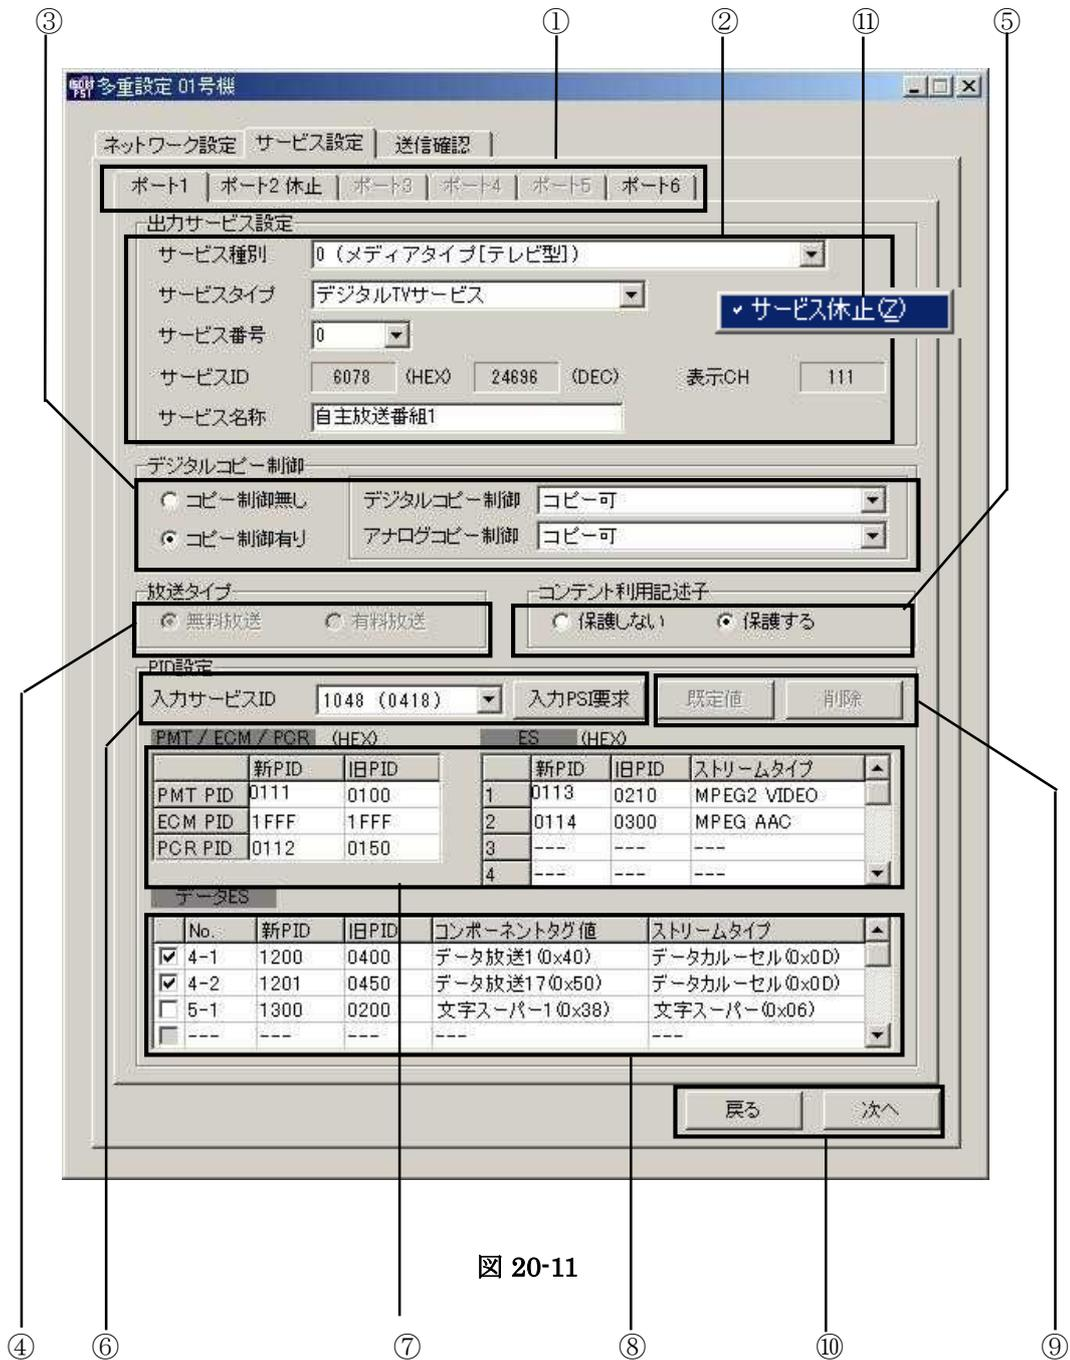

図 20-11
⑩ 戻るボタン、次へボタン
⑪ サービス休止
- サービス休止中になると画面がマスクされ、ポート選択タブ(図 20-11①)に休止中であることが表示されます
(図 20-11 サービス設定画面から「次へ」を選択します。)